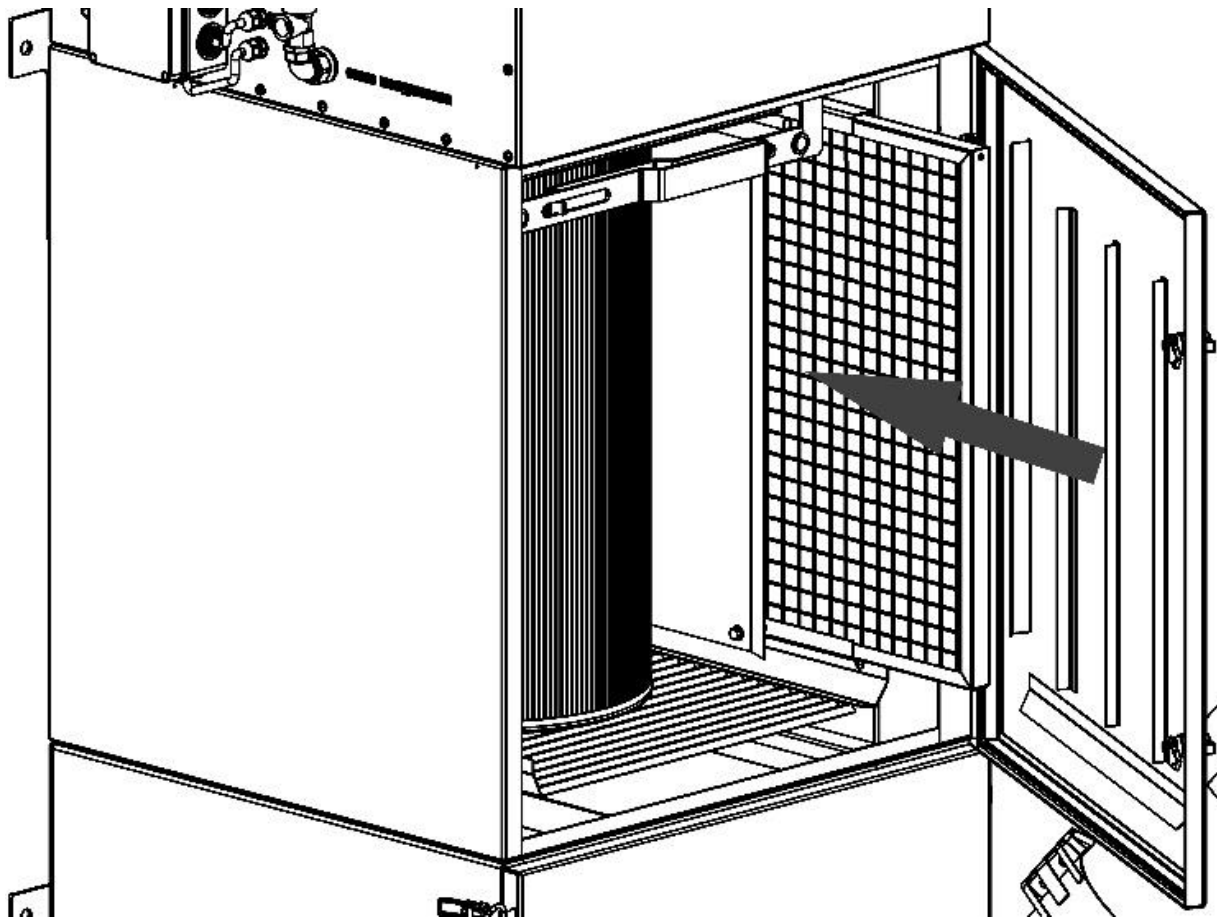

Рисунок 7
5.7.1 Префильтр является дополнительным комплектующим и устанавливается в фильтровальной камере для защиты картриджа. Для его монтажа необходимо открыть дверь фильтра, вставить префильтр между направляющим и задвинуть в фильтровальную камеру до упора (рисунок 7). Плотно закрыть дверь фильтра.